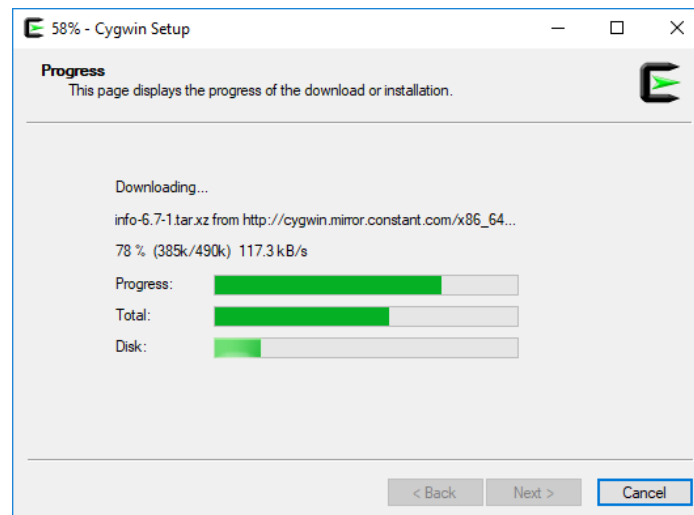
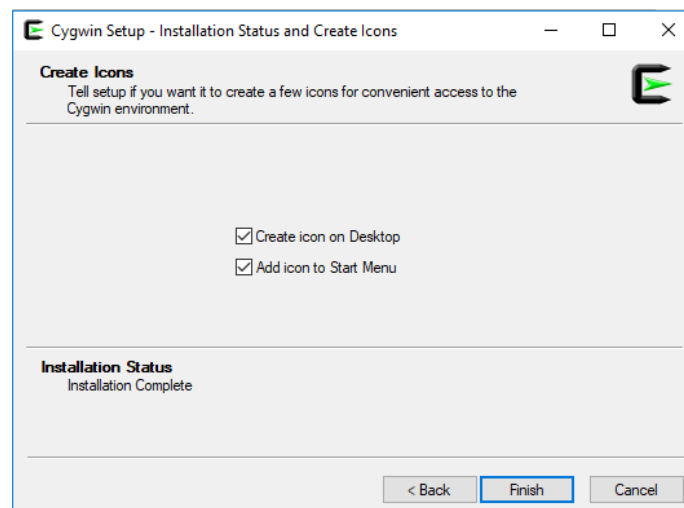

图108. Cygwin安装
图109. 完成安装
5. 选择九个软件包后，在随后的窗口中单击“**Next**”（下一步）以在Cygwin安装（对于安装过程，请参见图108，该过程可能需要几分钟）中包括这些软件包，然后单击“**Finish**”（完成）完成安装（图109）。